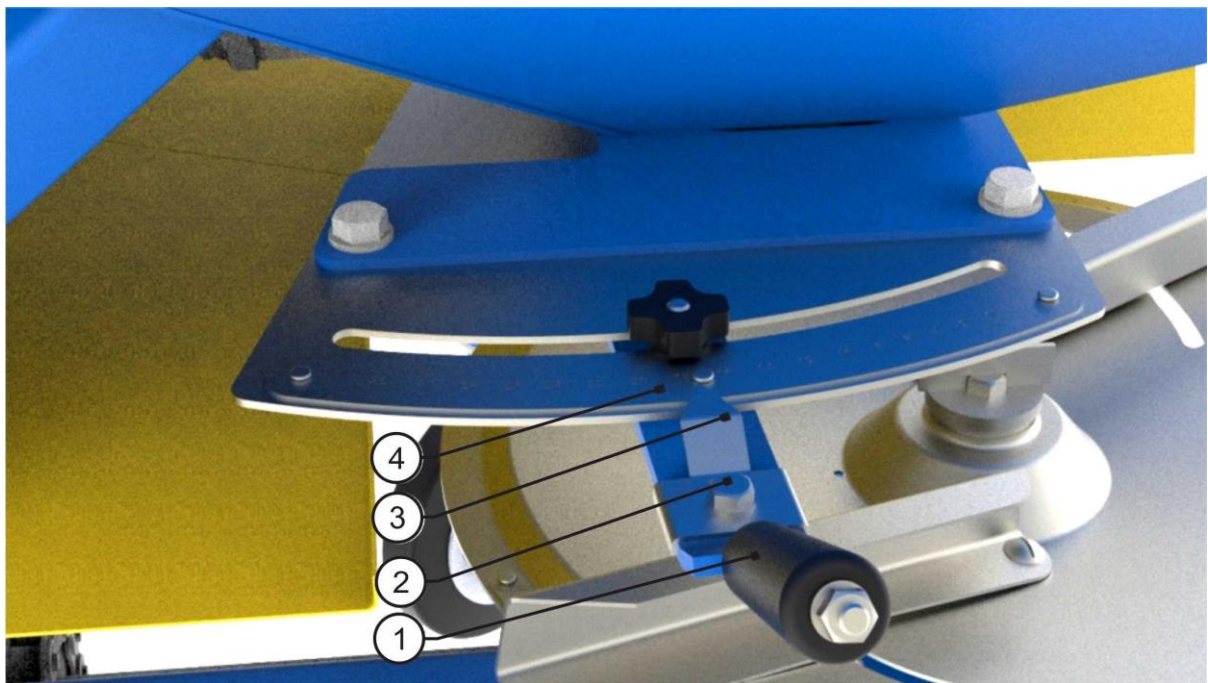

Рис. 13
Для внесення бажаної норми внесення добрив необхідно встановити відповідне положення заслінки за допомогою обох важелів (Рис. 13).
- Відкрутіть гайку (Рис. 13 поз. 2)
- Знайдіть необхідне положення заслінки за шкалою (Рис. 13 поз. 3)
- Встановіть вказівник (Рис. 13 поз. 4) регулювального важеля (Рис. 13 поз. 1)